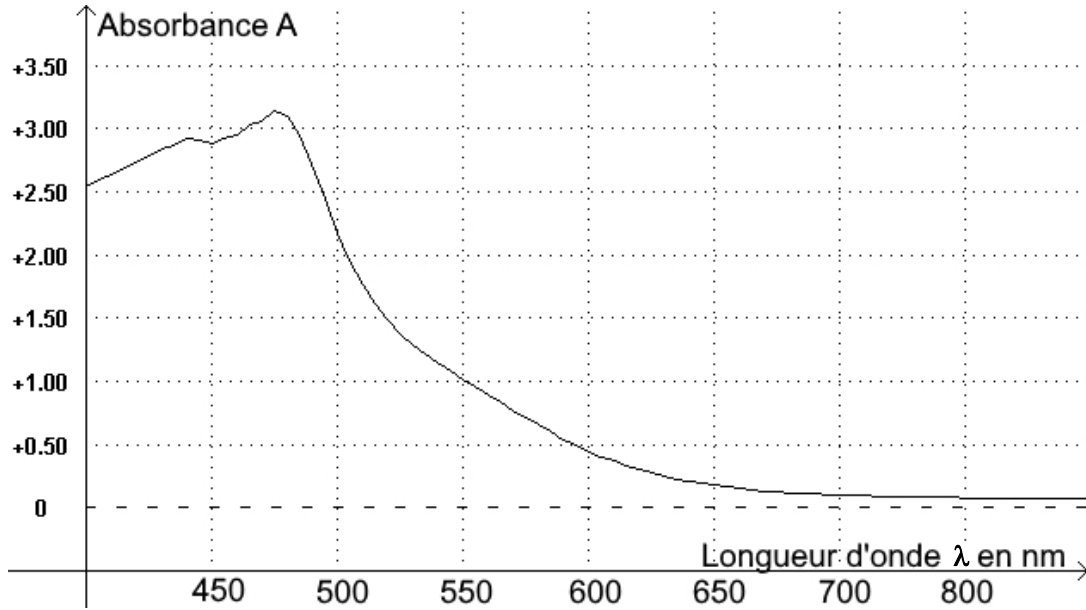

Figure 1 : spectre d'absorption de la solution diluée S_1 de diiode
Q.10. Déterminer la longueur d'onde pertinente pour laquelle les mesures d'absorbance seront réalisées en exploitant la figure 1. Justifier le choix.